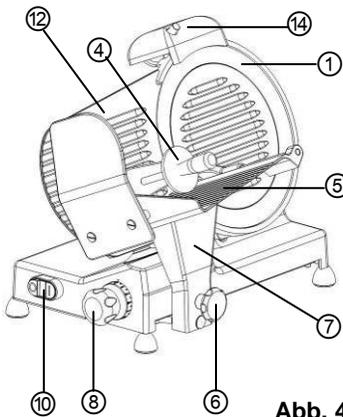

Abb. 4
- Vor der Inbetriebnahme des Gerätes Folgendes überprüfen (**Abb. 4**):
### Betrieb des Gerätes (Abb. 4, 5)